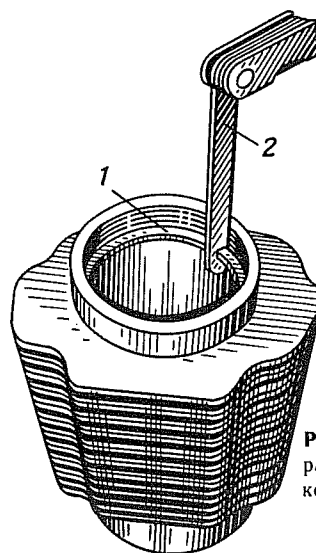

Рис. 12. Замер теплового зазора в стыке замка поршневого кольца, установленного в цилиндр:
2.8.1. Установить поршневые кольца в цилиндр на глубину 8—10 мм и проверить тепловой зазор (рис. 12), который должен соответствовать нормативным зазорам, указанным в табл. 5 (штангенциркуль ЩЦ-I-125-0,1, набор щупов № 2).